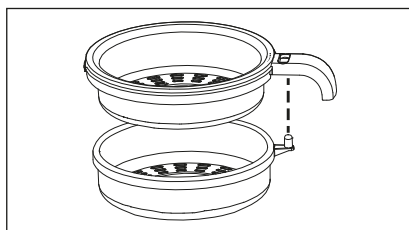

fig. 1
- ◆ Asamblați accesoriul cu sită **4/5**. În acest scop, așezați cele două părți una peste cealaltă, astfel încât comutatorul selectiv **6** să iasă prin orificiul părții superioare **4** (fig. 1). Apăsăți cele două părți una peste cealaltă până se îmbină.